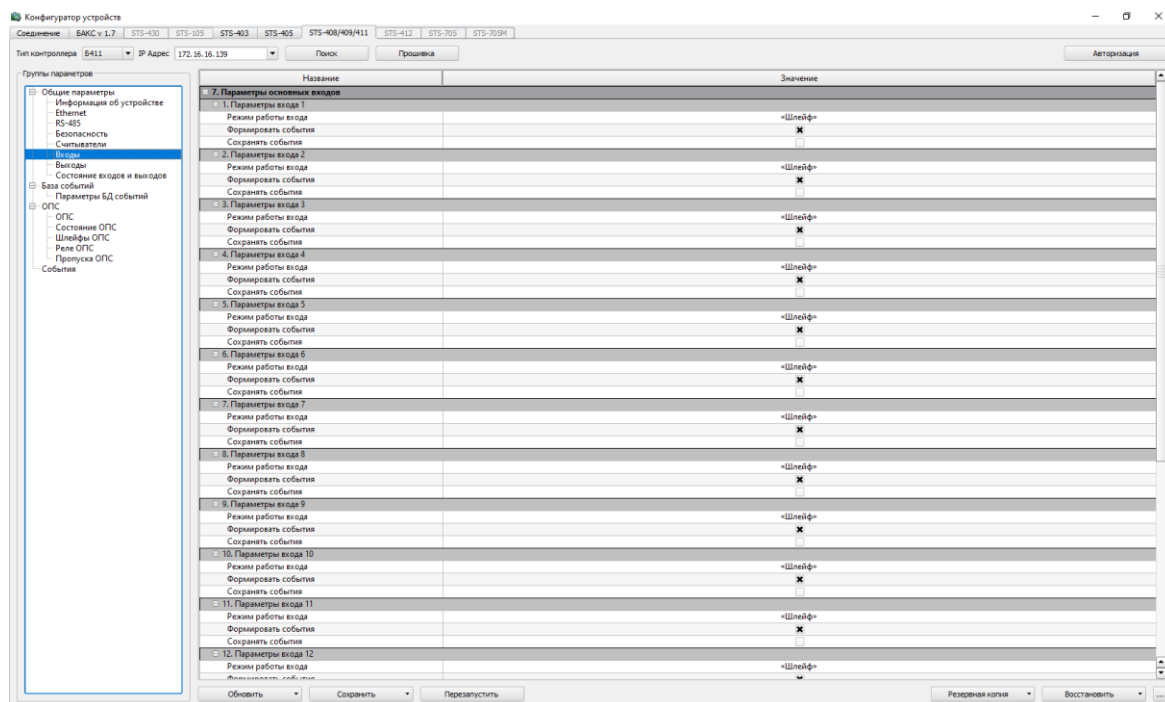

Рисунок 21 – Входы
– Входы – здесь отображаются параметры шлейфов и дополнительных входов (рисунок 21).